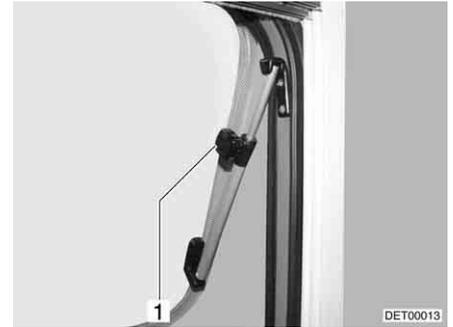

Fig. 76 Ventana abatible con soportes giratorios, abierta
- Abrir la ventana abatible hasta la posición deseada y fijarla con el botón moleteado (Fig. 76,1).
- Girar el botón moleteado (Fig. 76,1) hasta que se libere el bloqueo.